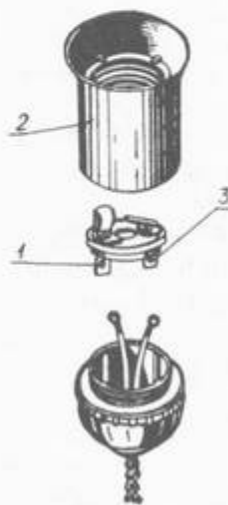

Рис. 6
1. Два провода длиной 110 мм подсоединить (рис. 6) к патрону (предварительно вывернув его верхнюю часть 2) винтами 1 и 3.